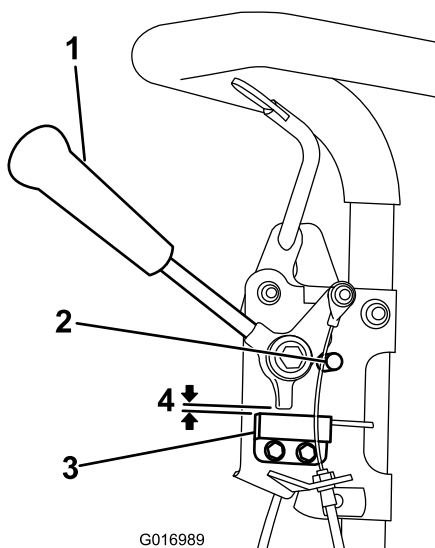

Figura 30
1. Verificate che il motore sia spento e la leva di trazione disinnestata e appoggiata sul fermo in folle (**Figura 30**).
2. Allentate i dispositivi di fissaggio del microinterruttore (**Figura 30**).
3. Inserite uno spessore di 0,08 cm fra la leva di trazione ed il microinterruttore (**Figura 30**).